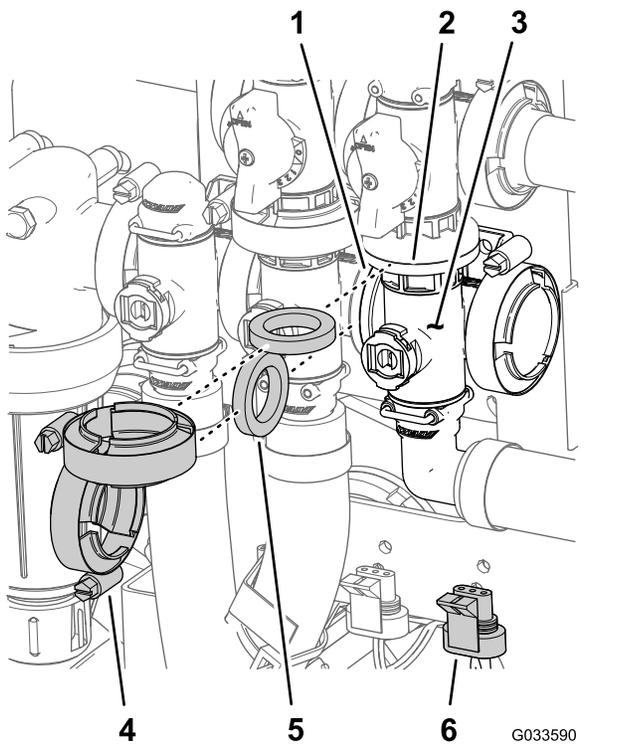

Рисунок 114
1. Совместите фланец коллектора главного клапана стрелы, уплотнительную прокладку и фланец главного клапана перепуска стрелы (Рисунок 114).
2. Смонтируйте коллектор главного клапана стрелы, уплотнительную прокладку и главный клапан перепуска стрелы с помощью фланцевого хомута, затянув его вручную (вид А на Рисунок 114).
3. Совместите фланец коллектора главного клапана стрелы, уплотнительную прокладку и коллектор клапана перемешивания (Рисунок 114).
4. Смонтируйте коллектор главного клапана стрелы, уплотнительную прокладку и коллектор клапана перемешивания с помощью фланцевого хомута, затянув его вручную (Рисунок 114).
7. Рисунок 114 Присоедините клапан перемешивания к опоре крепления клапанов при помощи болта с фланцевой головкой и фланцевой контргайки, снятых при выполнении действий, описанных в пункте 3 раздела Снятие главного коллекторного клапана стрелы \(страница 85\), и затяните гайку и болт с моментом от 10 до 12 Н·м.